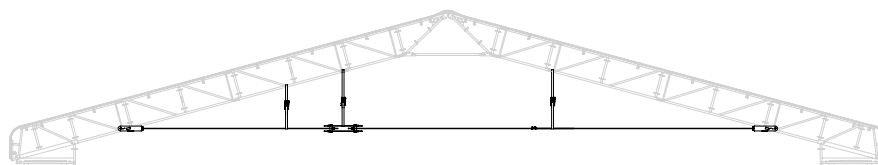

Fig. A7.01a
- For at kunne montere hanebåndet skal kassetten stå på jorden og må ikke hænge i kranen. (Fig. A7.01a)